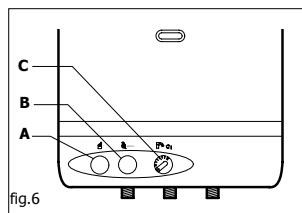

fig. 6
Il diagramma di seguito riportato indica il campo di lavoro della modulazione elettronica di cui l'apparecchio è equipaggiato. Tramite la manopola del potenziometro (C) (vedi Fig.6) è possibile selezionare la temperatura dell'acqua richiesta tra un minimo di 40°C ed un massimo di 65°C.